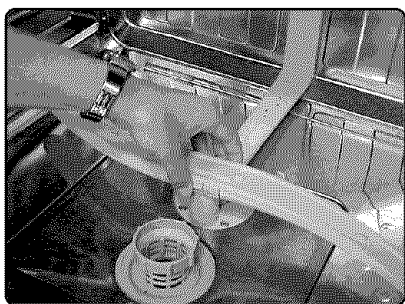

Figure 48/Ilus. 48
2. Grasp the lower spray arm, as shown in Figure 48, and gently pull the lower spray arm upward, as shown in Figure 49.
2. Saisir le bras gicleur, comme à la figure 48, et tirer délicatement le bras vers le haut, comme à la figure 49. S'il faut nettoyer le bras gicleur, le rincer à grande eau.
2. Agarre el brazo de rocío inferior como muestra la Ilustración 48 y delicadamente jálelo hacia arriba como muestra la Ilustración 49. Si necesita eliminar obstáculos de los orificios del brazo de rocío, límpielos con un chorro de agua.